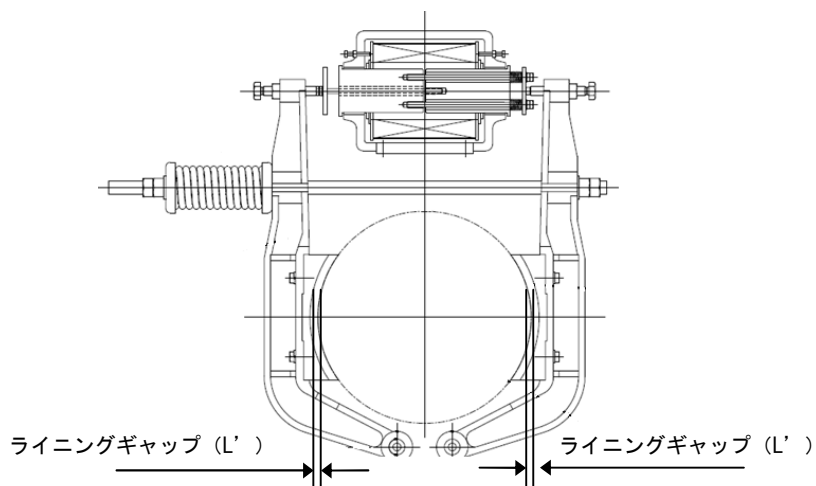

図 4 ライニングギャップ寸法
- (2) ブレーキを開いた状態でのライニングギャップ寸法 (L') を測定してください。(図 4)